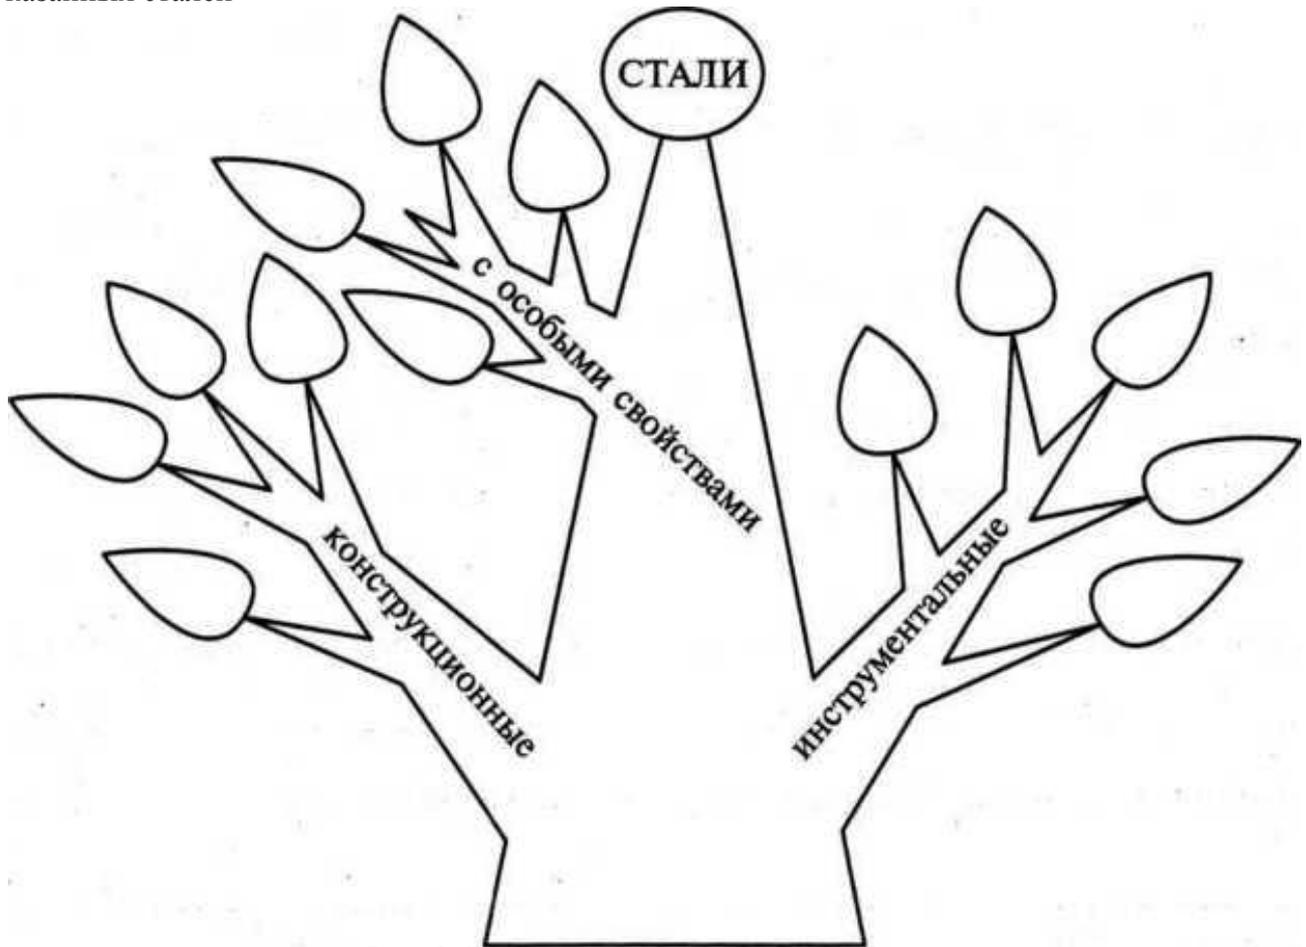

Рис. 3.4. «Генеалогическое дерево» сталей
28. Дорисуйте «генеалогическое дерево» (рис. 3.4). Запишите на его «листьях» марки указанных сталей